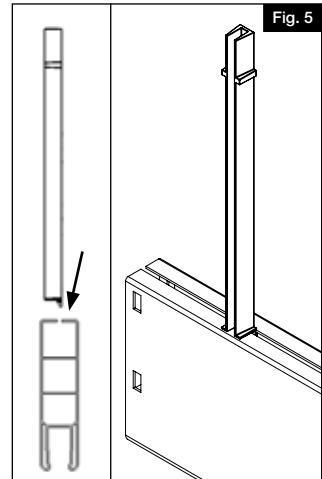

Fig. 5
- a. Faire tourner le montant latéralement et insérer l'extrémité avec une flèche dans la fente de la traverse (Fig. 5).